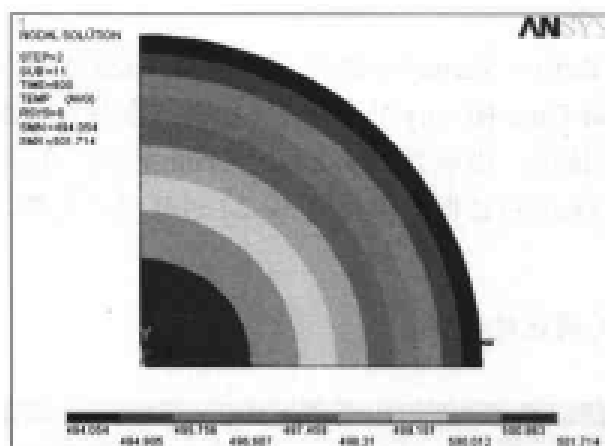
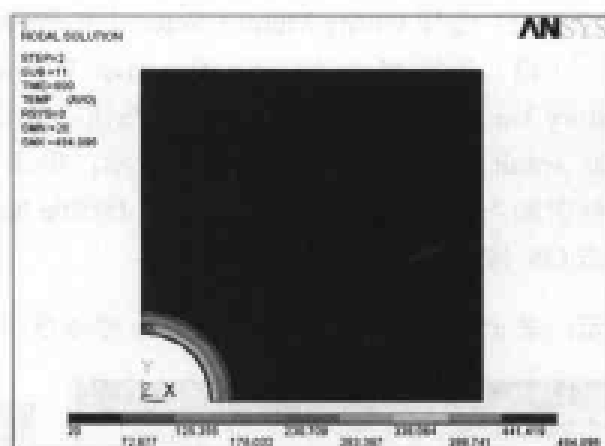

图 10-20 10 分钟后钢球内部温度场分布等值线图
图 10-21 10 分钟后水内部温度场分布等值线图
(1) 选择 Main Menu | General Postproc | Read Results | Last Set 命令。
(2) 选择 Utility Menu | Select | Entities 命令, 出现 Select Entities 对话框。在第 1 个下拉列表框中选择 Elements, 在第 2 个下拉列表框中选择 By Attributes 选项, 在第 3 个选项组中选 Material num 单选按钮, 在文本框中输入 1, 单击 OK 按钮关闭该对话框。
(3) 选择 Utility Menu | Select | Entities 命令, 出现 Select Entities 对话框。在第 1 个下拉列表框中选择 Nodes 选项, 在第 2 个下拉列表框中选择 Attached to 选项, 在第 3 个选项组中选 Elements 单选按钮, 单击 OK 按钮关闭该对话框。
(4) 选择 Main Menu | General Postproc | Plot Results | Contour Plot | Nodal Solu 命令, 出现 Contour Nodal Solution Data 对话框。选择 Nodal Solu | DOF Solution | Nodal Temperature, 单击 OK 按钮, ANSYS 显示窗口显示钢球内部温度场等值线图, 如图 10-20 所示。
(5) 选择 Utility Menu | Select | Everything 命令。
(6) 选择 Utility Menu | Select | Entities 命令, 出现 Select Entities 对话框。在第 1 个下拉列表框中选择 Elements 选项, 在第 2 个下拉列表框中选择 By Attributes 选项, 在第 3 个选项组中选 Material num 单选按钮, 在文本框中输入 2, 单击 OK 按钮关闭该对话框。
(7) 选择 Utility Menu | Select | Entities 命令, 出现 Select Entities 对话框。在第 1 个下拉列表框中选择 Nodes 选项, 在第 2 个下拉列表框中选择 Attached to 选项, 在第 3 个选项组中选 Elements 单选按钮, 单击 OK 按钮关闭该对话框。
(8) 选择 Main Menu | General Postproc | Plot Results | Contour Plot | Nodal Solu 命令, 出现 Contour Nodal Solution Data 对话框。选择 Nodal Solu | DOF Solution | Nodal Temperature 选项, 单击 OK 按钮, ANSYS 显示窗口显示水内部温度场等值线图, 如图 10-21 所示。